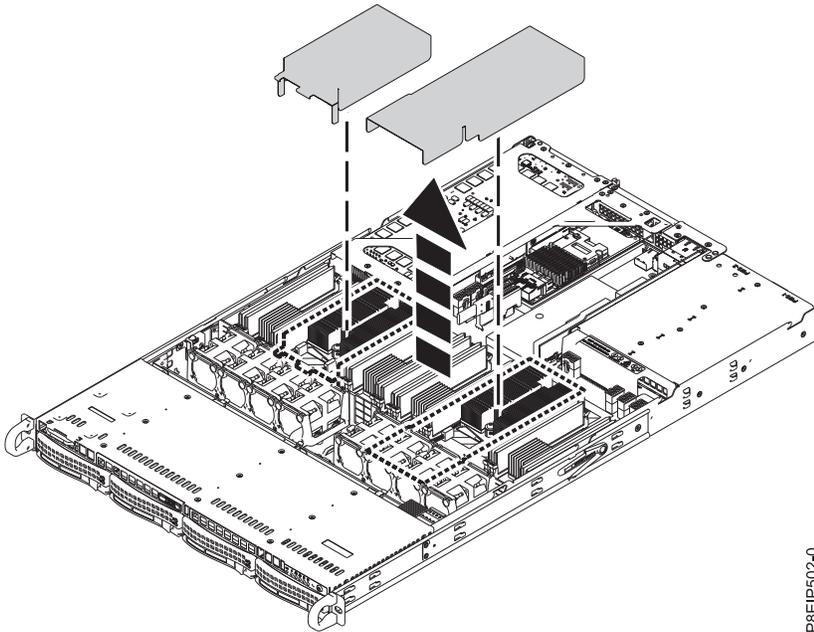

Abbildung 63. Luftführung des Prozessors ausbauen
3. Bauen Sie die Luftführung des Prozessors aus (siehe Abb. 63). Lösen Sie die Luftführung des Prozessors vorsichtig und heben Sie sie aus dem System.